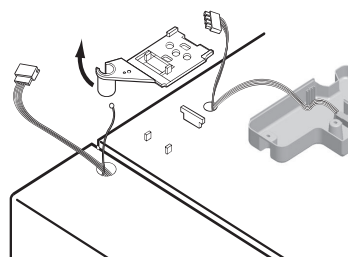

Figura 3b
- e. Levante a parte frontal da dobradiça superior e remova-a. Tenha cuidado, pois com a retirada da dobradiça a porta pode cair para a frente (Figura 3b).